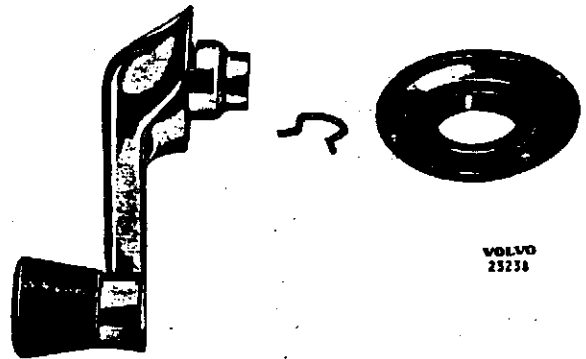
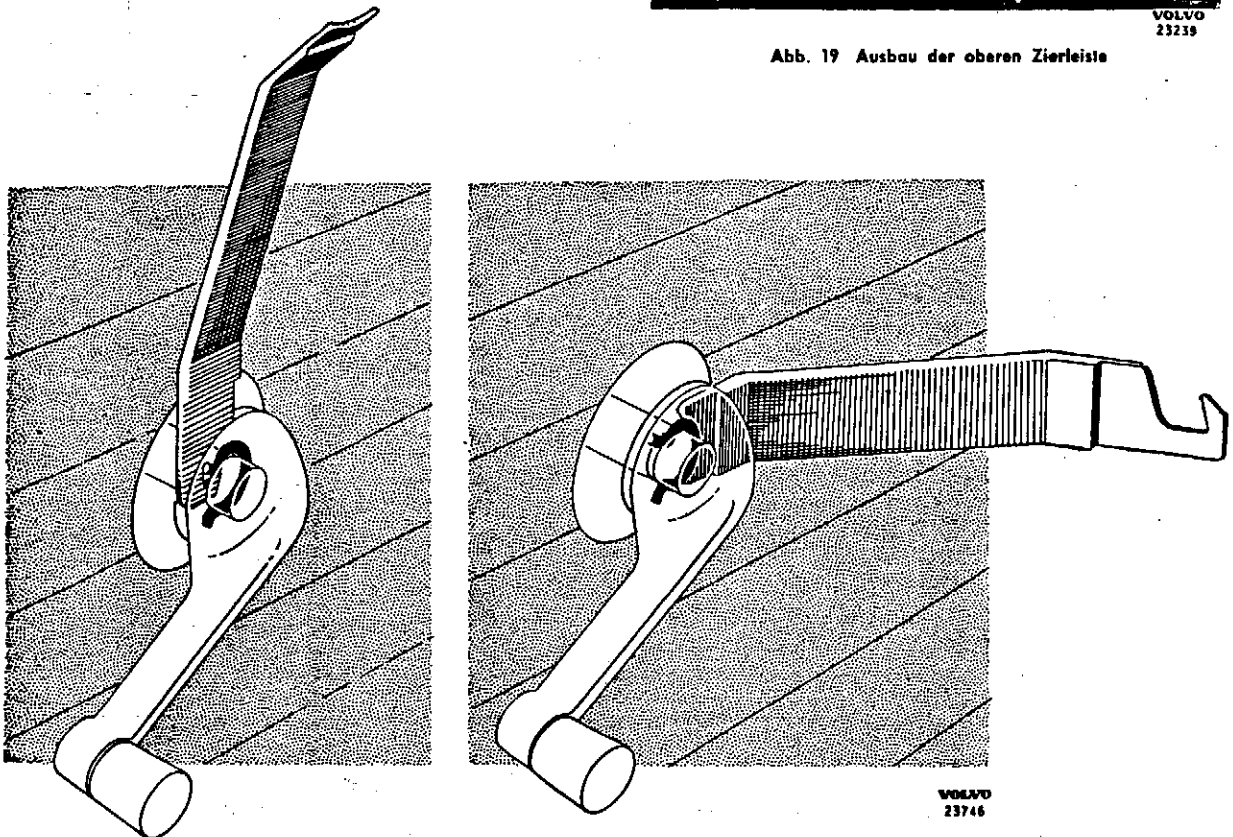

Abb. 18 Fensterkurbel mit Sicherungsring
Abb. 17 Ausbau und Einbau der Fensterkurbel
2. Türinnengriff und Fensterkurbel lösen. Diese können entfernt werden, wenn der Sicherungsring mit dem Werkzeug SVO 2297 entfernt wird, siehe Abb. 17. Fensterkurbel, Sicherungsring und Scheibe werden auf Abb. 18 gezeigt.